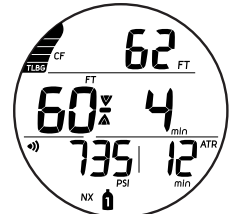

Fig. 107 - ÉCRAN PRINCIPAL D'INFRACTION DIFFÉRÉE 2
- > Lorsque vous vous situerez dans les 3 M (10 FT) ou juste en dessous de la profondeur de palier requise (Fig. 107), l'icône de palier (les deux flèches et la barre) s'affichera en continu.